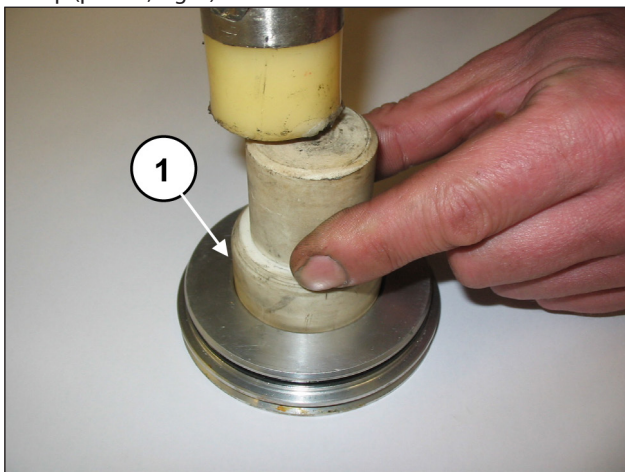
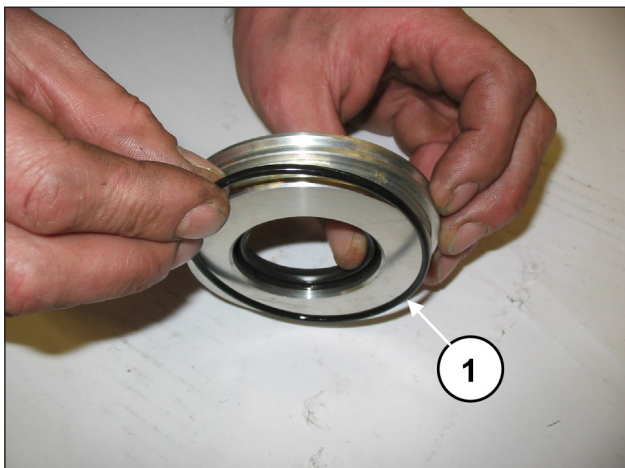

Fig. 5
Fig. 6
Extraer la anilla de retención radial (pos. ①, Fig. 5) y la anilla restop (pos. ①, Fig. 6).